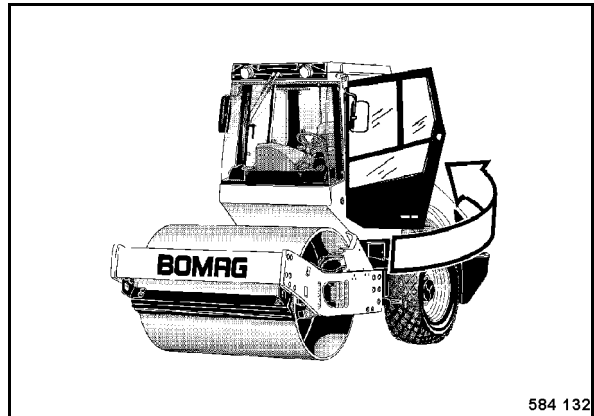

Fig. 56
- Cerrar la puerta de la cabina (Fig. 56).